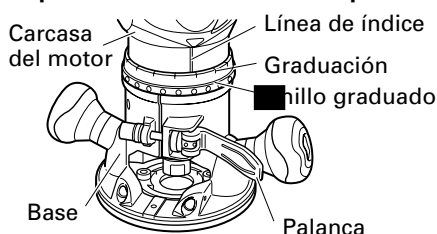

Fig. 5
- (1) Coloque la herramienta sobre una superficie de madera plana.
- (2) Abra la palanca y gire la carcasa del motor hasta que la broca haga un contacto ligero con la superficie plana. (Fig. 5)
- (4) Sujetando ligeramente la base, gire la carcasa del motor en el sentido de las agujas del reloj hasta que la línea de índice de la carcasa del motor quede frente a la profundidad deseada indicada en el anillo graduado. (Fig. 5)
- (5) Cierre firmemente la palanca.